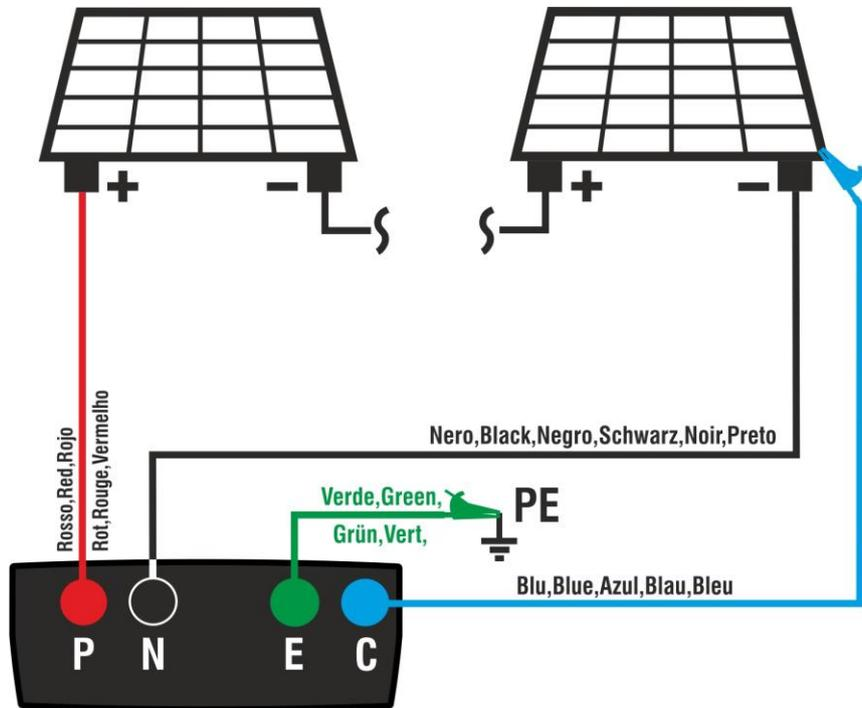

Fig. 10: Collegamento per test IVCK senza unità remota
- Collegare lo strumento al modulo/stringa in prova ed eventualmente al nodo principale di terra dell'impianto e alle masse metalliche messe a terra come mostrato in Fig. 10. In particolare, collegare il polo Negativo in uscita dal modulo/stringa al terminale N e il polo Positivo in uscita dal modulo/stringa al terminale P